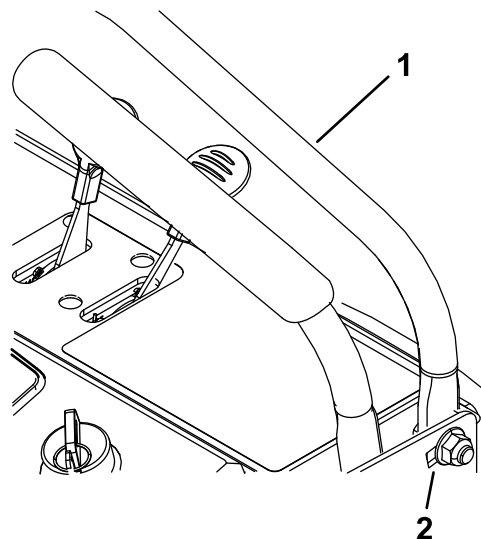

Figure 27
- Desserrez les écrous de chaque côté du panneau de commande (Figure 27).